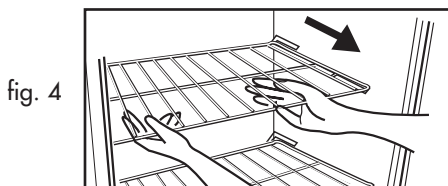

fig. 4
## Estantes Interiores del Freezer (fig. 4)
1. Gentilmente levante el estante y deslice hacia usted hasta retirarlo completamente. (ver fig 4 )